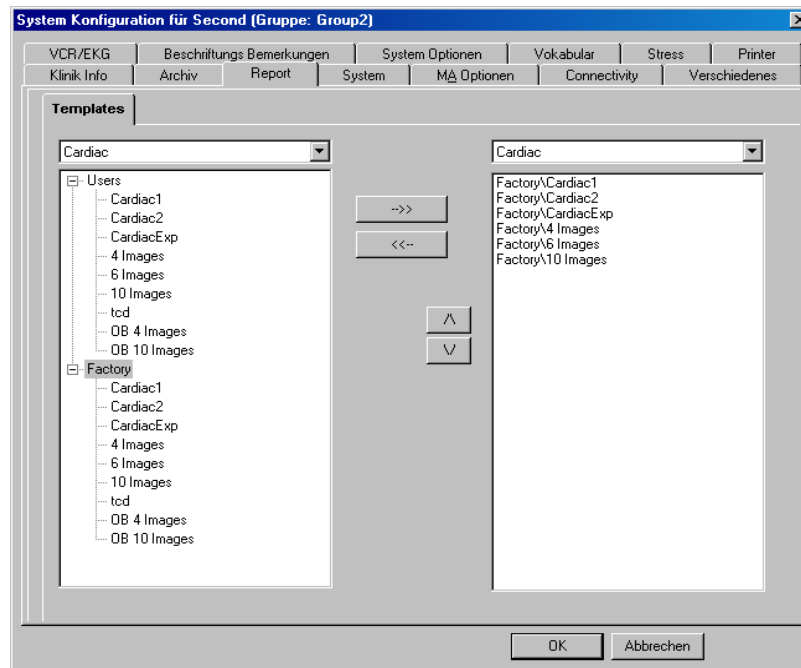

Abbildung 14-13: Registerkarte Report
2. Steuern Sie mit dem TRACKBALL die Registerkarte **Report** an und drücken Sie **Auswahl**. Die Registerkarte **Report** wird angezeigt, siehe Abbildung 14-13.